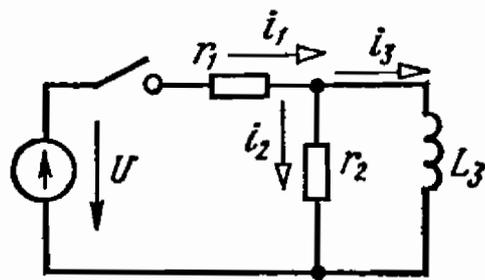

Рис. 7.7
7.7. Цепь рис. 7.7 имеет параметры $r_1 = 30 \text{ Ом}$, $r_2 = 20 \text{ Ом}$, $L_3 = 0,12 \text{ Г}$ и включается на постоянное напряжение $U = 110 \text{ В}$.